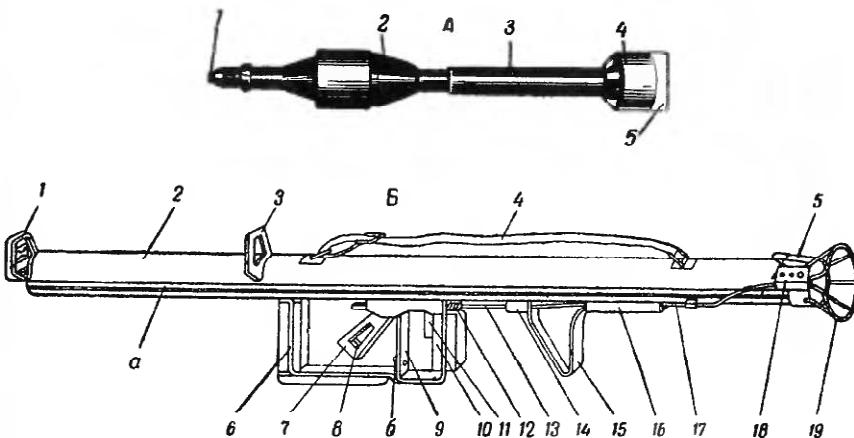

Рис. 79. Общий вид 88-мм реактивной противотанковой гранаты и ружья Офенрор (8,8-см RPzB-54)
12. 88-мм реактивная противотанковая граната и ружье Офенрор (8,8-см RPzB-54) (рис. 79)
В реактивной каморе гранаты помещены: воспламенитель, два колосника, пороховой заряд и электрозапал с двумя проводниками, из которых один связан со штепсельем, находящимся на деревянной колодке (см. рис. 79А), а другой припаян к насадке.
Противотанковое реактивное ружьё Оfenрор (рис. 79, Б) представляет собой открытую гладкостенную трубу с тремя направляющими прямоугольной формы, выштампованными по всей длине трубы.
Для заряжания необходимо: вынуть предохранительную чеку из головки взрывателя, сорвать липкую ленту с деревянной колодки и хвостового оперения гранаты, прижать пружинную защёлку к трубе, вставить гранату головной частью в трубу и лёгким нажимом на стабилизатор дослать гранату так, чтобы зуб защёлки заскочил за ободок стабилизатора; вставить штепсель деревянной колодки гранаты в гнездо штепсельной коробки ружья. Гранатомёт заряжен. После этого расположиться относительно ружья так, чтобы не попасть в зону действия струи пороховых газов, и установить ударный стержень на боевой взвод, для чего необходимо: оттянуть назад доотказа рукоятку 7 (см. рис. 79), при этом защёлка предохранителя заскочит за зуб на промежуточной стойке 9; нажать на защёлку предохранителя 8, причём рукоятка 7 возвратится в исходное положение. Ударный стержень установлен на боевой взвод.